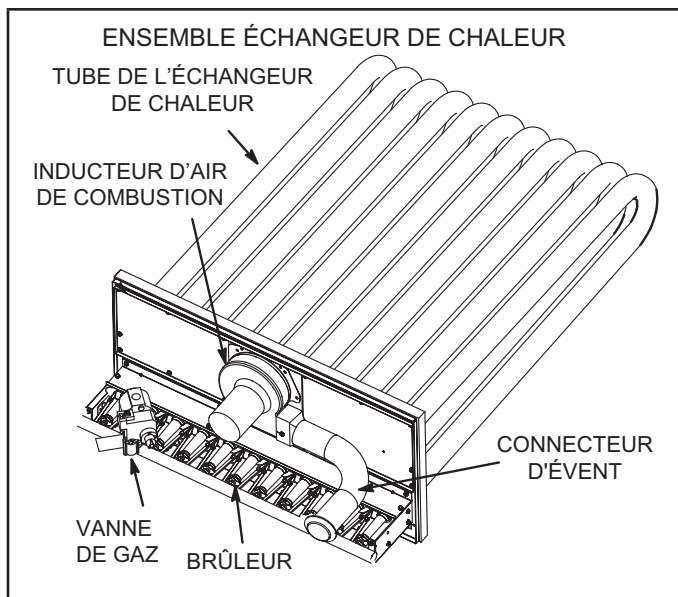

FIGURE 40
- Retirer et conserver les vis fixant l'inducteur d'air de combustion sur la boîte à feu. Retirer le connecteur d'évent. Voir FIGURE 40.